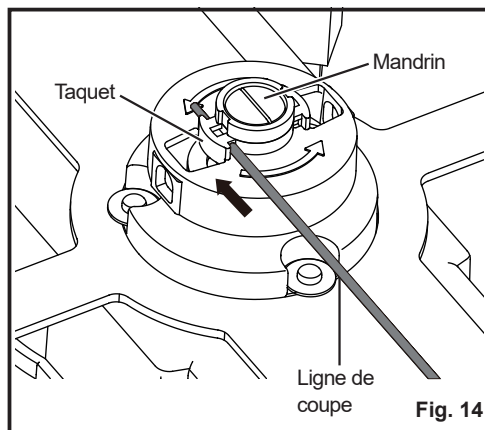

Fig. 14
- Pour installer une nouvelle ligne de coupe, faites passer une extrémité de la nouvelle ligne à travers le taquet situé sur le mandrin (Fig. 14).